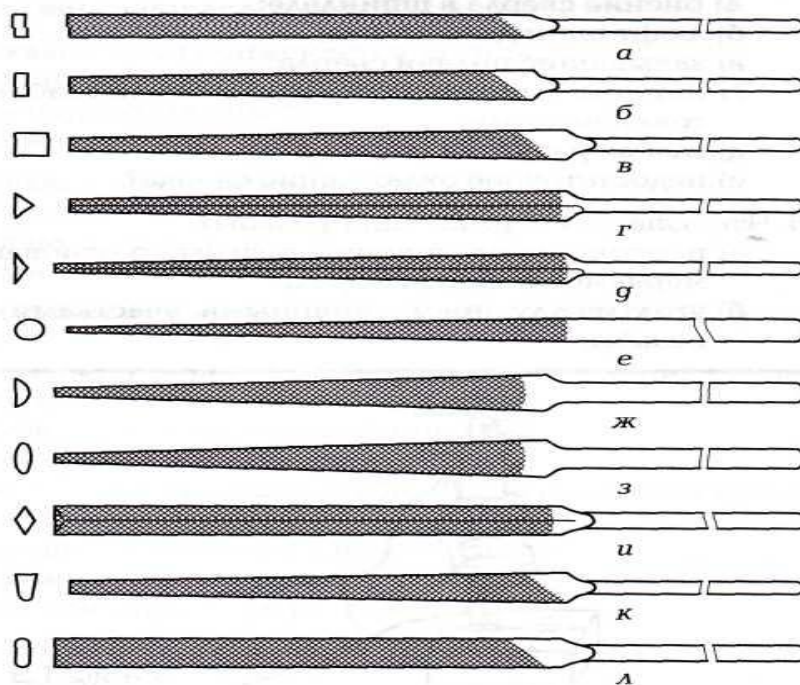

Рис.1.7
**19. Укажите, какой из надфилей, представленных на рис. 1.7, называется галтельным.**